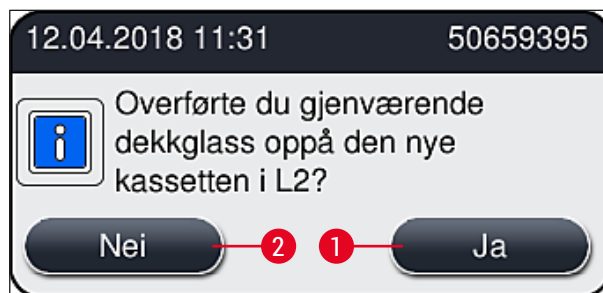

Fig. 63
8. Etter å ha lukket dekslet får brukeren spørsmål om hvorvidt det gjenværende dekkglasset har blitt satt inn i den nye dekkglasskassetten (→ Fig. 63). Hvis dette er tilfelle, bekrefter du informasjonmeldingen med **Ja** (→ Fig. 63-1). Hvis ingen dekkglass har blitt satt inn, må du bekrefte informasjonmeldingen med **Nei** (→ Fig. 63-2).